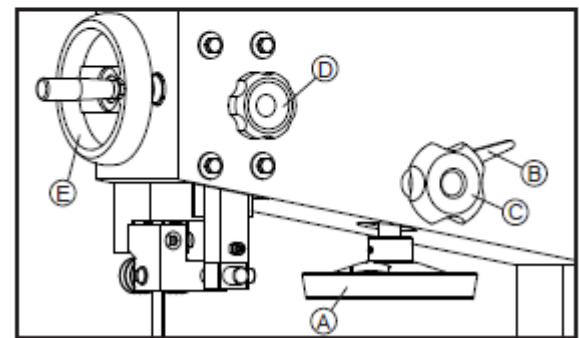

Fig.4.4.2
Wenn nötig die Laufradspannung mit dem Handrad (A) Fig. 4.4.2 lockern.
Mit dem Handrad (A) Fig. 4.4.2 das Sägeband leicht spannen.